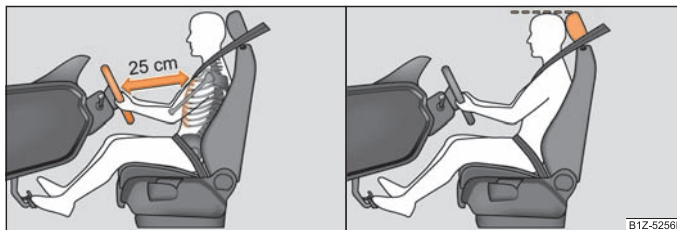

Fig. 89 Distanța corectă dintre șofer și volan / Reglarea corectă a tetierei șoferului
- Reglați astfel scaunul șoferului încât distanța dintre volan și torace să fie de cel puțin 25 cm ⇒ fig. 89 - stânga.
- Reglați tetierele astfel încât marginea superioară a tetierei să se afle la aceeași înălțime cu partea superioară a capului dumneavoastră ⇒ fig. 89 - dreapta.
⇒ pagina 82, fig. 89 - stânga. Dacă nu se respectă această distanță, sistemul airbag nu își poate exercita eficiența maximă - Pericol!
- Reglați tetierele astfel încât marginea superioară a tetierelor să se afle la aceeași înălțime cu partea superioară a capului dumneavoastră ⇒ pagina 82, fig. 89 - dreapta.